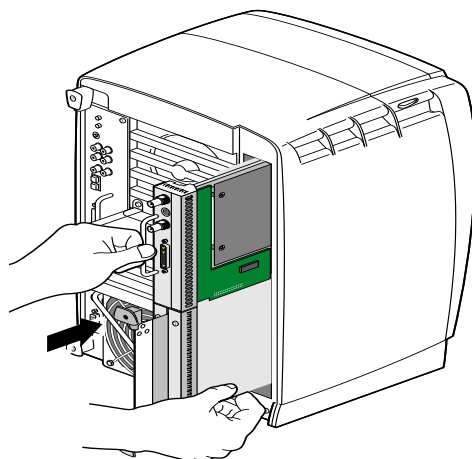

図2-16 XIO Tri-Module の挿入
注意：図 2-16 に示すように、ワークステーションの上部に合わせて VPro Graphics I/O パネルに XIO Tri-Module を取り付けます。ワークステーションの下部に合わせて取り付けると、ボードが損傷することがあります。
3. XIO Tri-Module を挿入する前には、図 2-16 に示すように、固定された位置でスライドハンドルが I/O パネルから突き出ていることを確認します。
スライドハンドルが I/O パネルと揃っていると、挿入中に XIO Tri-Module が止まってしまう可能性があります。XIO Tri-Module のスライド部分が図 2-16 のようになるまで、スライドハンドルを引き出します。